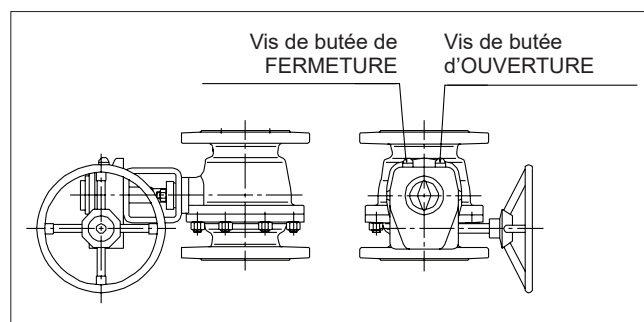

Fig. 20 Réglage des positions extrêmes d'ouverture et de fermeture d'un actionneur M
- Ajuster les positions extrêmes d'ouverture et de fermeture à l'aide des vis de butée situées aux extrémités de l'actionneur (cf. fig. 20). La vis de réglage de la position fermée est celle se trouvant le plus près du volant et celle de la position ouverte la plus éloignée. Le sens de rotation du volant est indiqué sur celui-ci (open = ouvert, close = fermé).